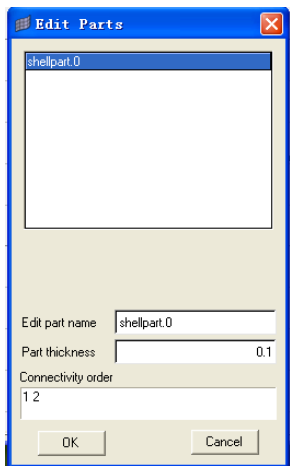

图 6-5 Edit 功能
- Edit: 可以对 shell section 各个部分的厚度和名称进行编辑。connectivity order 则提供了选中部分的顶点连接列表，如图 6-5 所示：